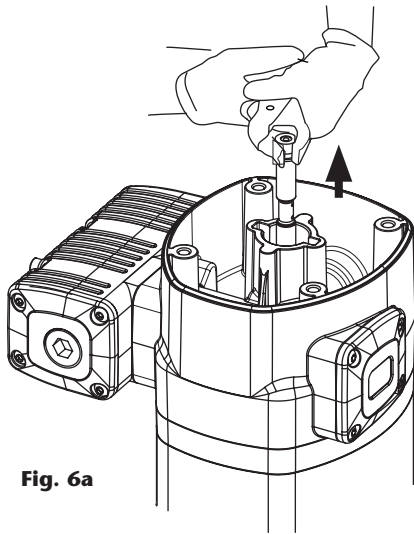
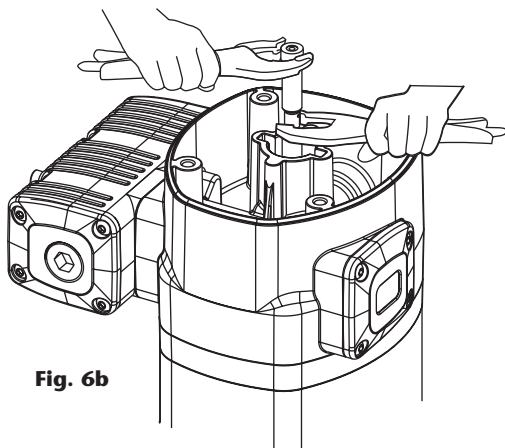

Fig. 6a
Fig. 6b
1. Desenrosque los cuatro tornillos (A) y quite la tapa (B).
2. Desenrosque el tapón inversor (C).
3. Con ayuda de una mordaza manual sobre el casquillo (D), tire hacia fuera del vástago (O) hasta que aparezca su rebaje central (Fig. 6a). Después, con otra mordaza manual agarre el vástago (O) en dicha zona rebajada central para no dañar la superficie destinada al sellado y desenrosque el casquillo (D) (Fig. 6b).
4. Deseche la tórica (E) y el aro (F), y use otros nuevos posteriormente al volver a montar.
5. Desenrosque los cuatro tornillos (R). Tire hacia arriba del cabezal motor (J) hasta liberarlo junto con la brida (L).
6. Quite el casquillo inversor (G). Sustituya las juntas (H) y (I) de este casquillo.
7. Desenrosque los cinco tornillos (M) y separe el cuerpo motor (I) de la brida (L). Extraiga la arandela (K) y sustituya la junta (H).
8. Retire el cilindro (N) sujetando con cuidado el émbolo (Q). Sustituye la junta (P) de dicho émbolo.
9. Vuelva a montar el conjunto en sentido inverso, aplicando fijador de rosca en los tornillos (M), casquillo (D) y tapón inversor (C).